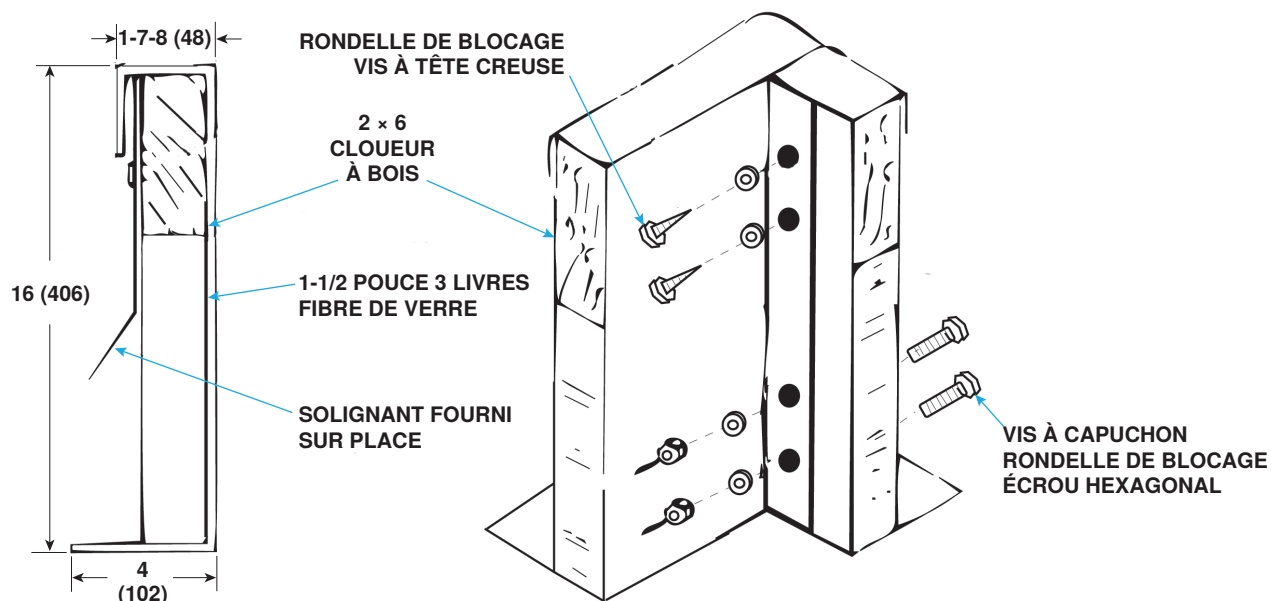

Figure 2. Section de costière de toit et détail en coin
2. Positionner et connectez les rails d'extrémité et les rails latéraux aux coins comme illustré à la Figure 2.